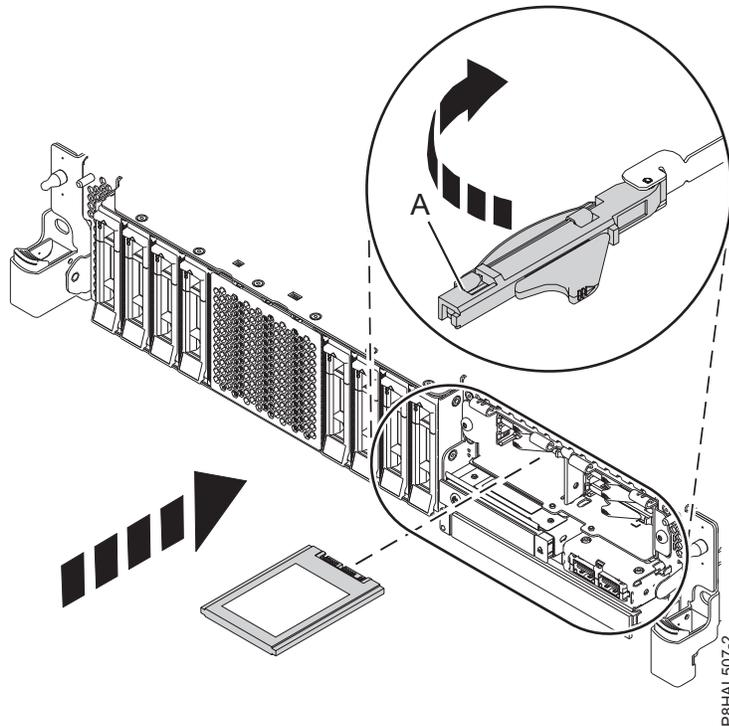

Abbildung 46. Solid-State-Laufwerk in einem System mit erweiterten Funktionen austauschen
9. Der Griff des Solid-State-Laufwerks (A) muss in der entriegelten Position sein, während Sie ihn nach außen ziehen, um auf die Führungsschienen im Steckplatz des Solid-State-Laufwerks zugreifen zu können. Stützen Sie das Solid-State-Laufwerk unten mit Ihrer Hand, wenn Sie es an den Führungsschienen im Steckplatz des Solid-State-Laufwerks ausrichten. Siehe Abb. 46 auf Seite 51.
10. Schieben Sie das Solid-State-Laufwerk bis zum Anschlag in das System und verriegeln Sie es, indem Sie den Griff (A) in die gezeigte Richtung drehen.
11. Verriegeln Sie das Laufwerk, indem Sie den Griff (A) in die gezeigte Richtung drehen. Siehe Abb. 46.